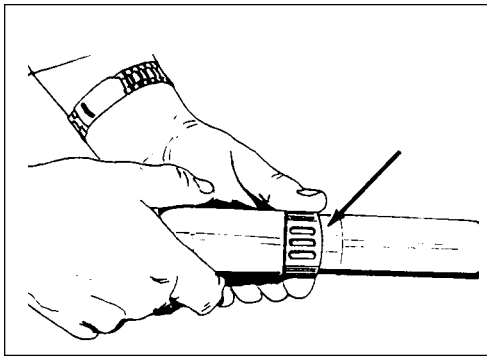

Figure 4
**The Bleed-Off Slide** (See Figure 4)
### **Réglage du débit d'air** (Voir figure 4)